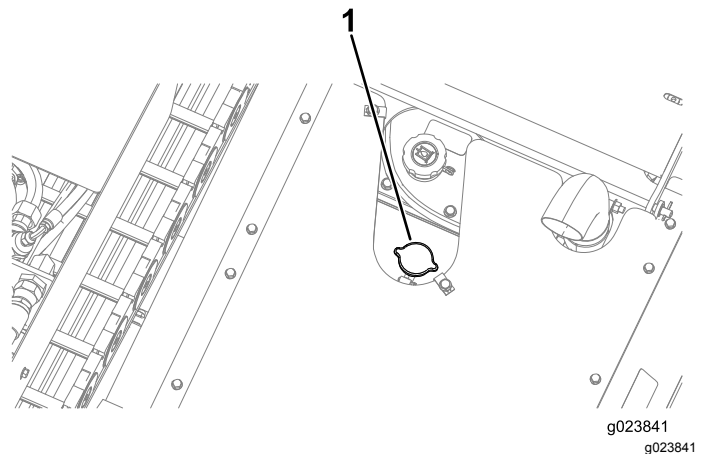

Bild 115
- 3. Nehmen Sie den Kühlerdeckel ab (Bild 115).
5. Setzen Sie Kühlerdeckel auf und stellen sicher, dass er richtig abgedichtet ist (Bild 115).